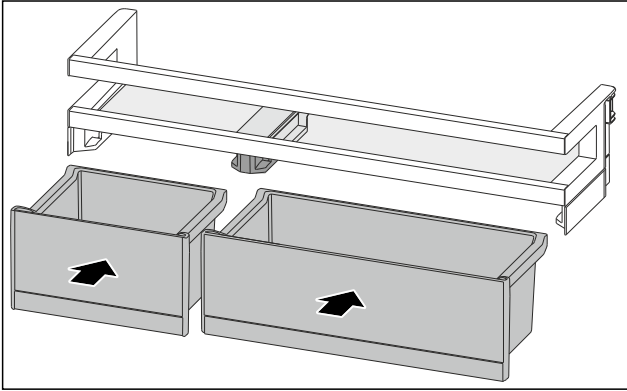

Fig. 83
- VarioBox'ları değiştirilen sıraya göre yerleştirin. (bkz. Fig. 83)